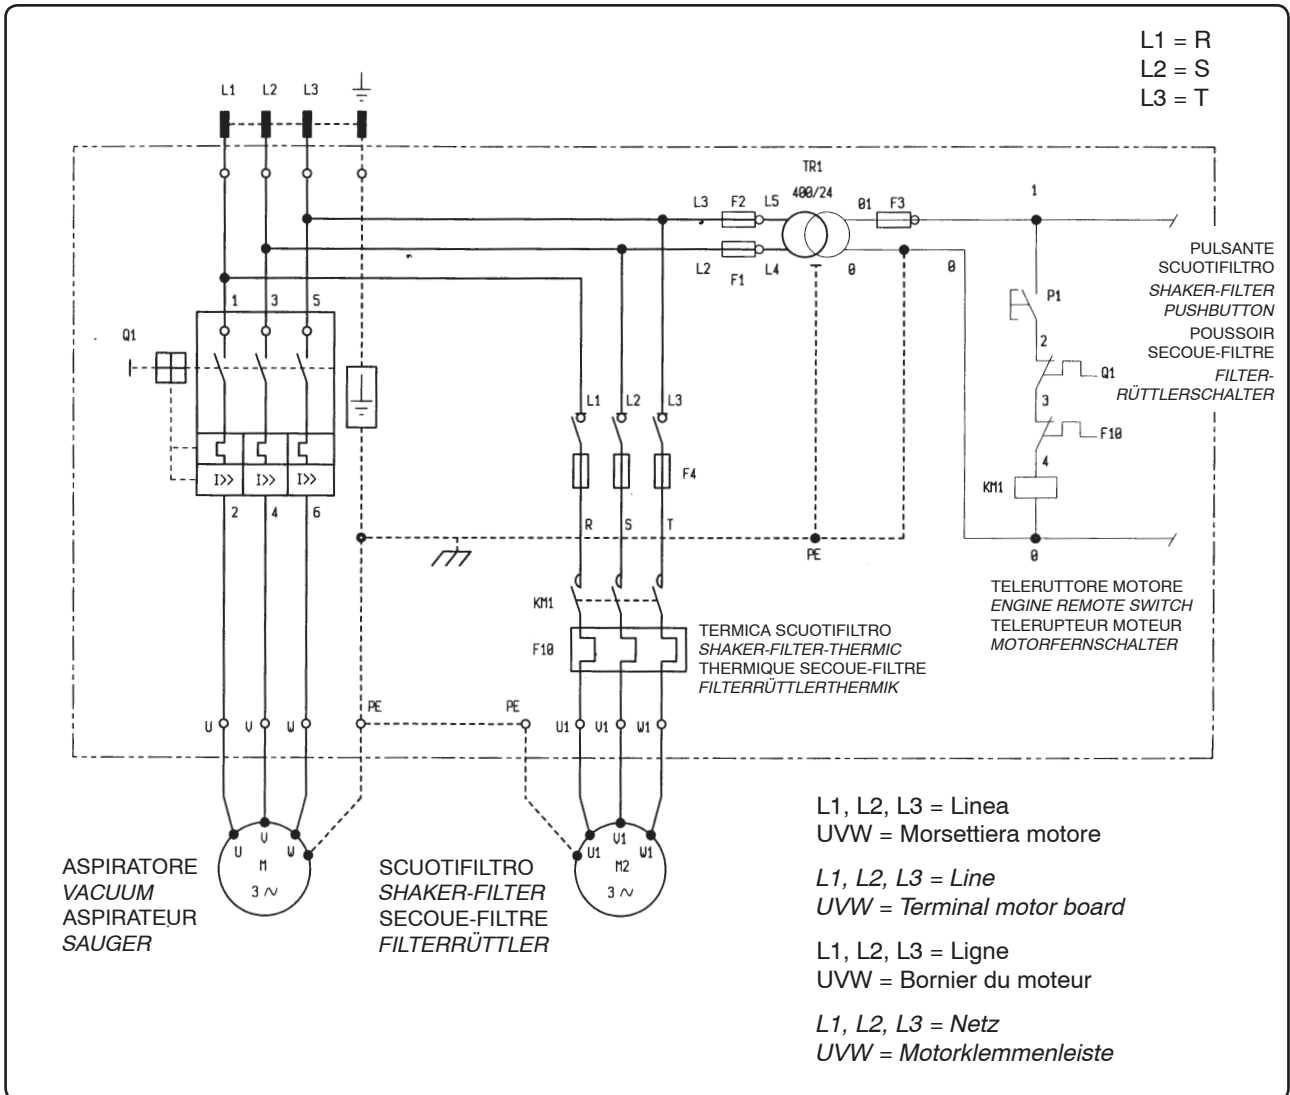

Fig. 7.3.4
7.3.2 - Schema elettrico scuotifiltro (fig. 7.3.4)
7.3.2 - Wiring diagram-shaker filter (fig. 7.3.4)
7.3.2 - Schéma électrique secoue-filtre (fig. 7.3.4)
7.3.2 - Stromlaufplan - Filter-rüttler (Abb. 7.3.4)